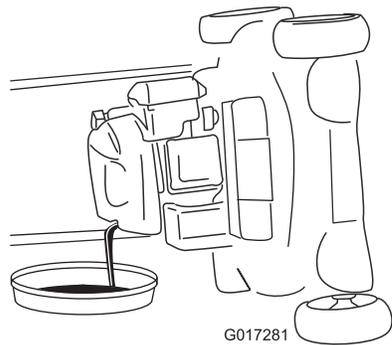

Figura 31
6. Retire la varilla y drene el aceite usado en un recipiente (Figura 31).